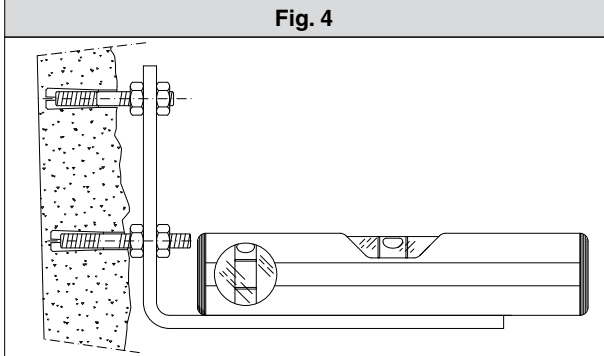

Fig. 5
- Fixe o motoredutor à placa com os 4 parafusos orientando o motoredutor como direito ou esquerdo (fig.5).